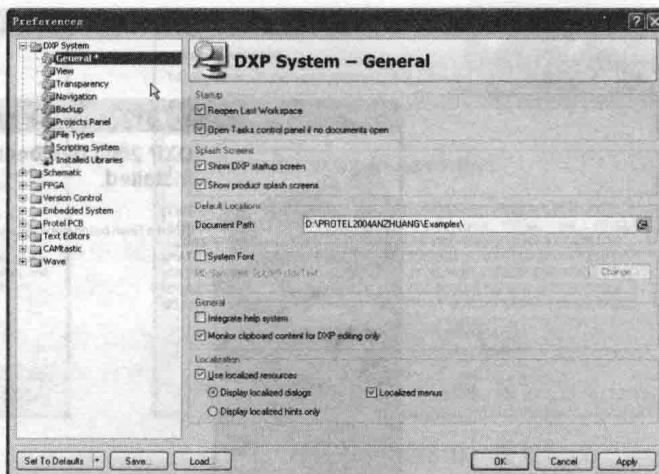

图 1.10 设置显示本地语言
(3) 弹出“Preferences”对话框，在“Localization”选项组中，选中“Use localized resources”复选框，如图 1.10 所示。